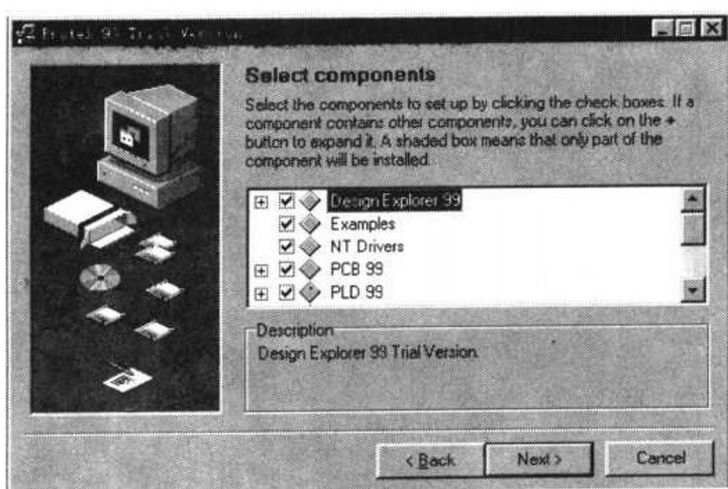

图 2-11 定制安装选项对话框
10. 若选中定制安装后, 单击【Next】按钮, 进入定制安装选项对话框, 如图 2-11 所示, 在这个对话框中选择你想装入的部分, 然后单击【Next】按钮。
11.在图 2-10 中或图 2-11 中单击按钮【Next】即可进入选择安装目录对话框。如图 2-12 所示。